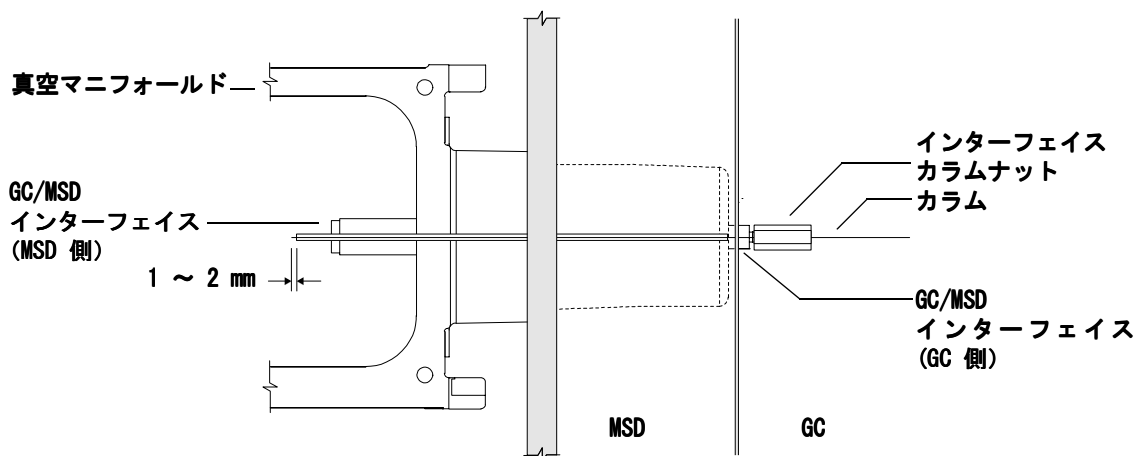

図 9 GC/MSD インターフェイスへのキャピラリカラムの取り付け
- 5 アナライザ側からカラムを引きだせるまで、GC/MSD インターフェイス (図 9) にカラムを挿入してください。